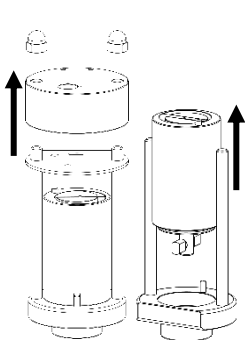

Abb. 11
- Nehmen Sie den Ventilkopf und die Steuerscheibe ab und ziehen Sie die Pumpe heraus (Abb. 11).